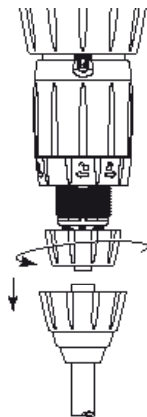

Fig. 16
- Svitare e rimuovere il dado che mantiene la valvola di aspirazione (Fig. 16), smontare quest'ultimo, poi risciacquare abbondantemente con acqua pulita le diverse parti.